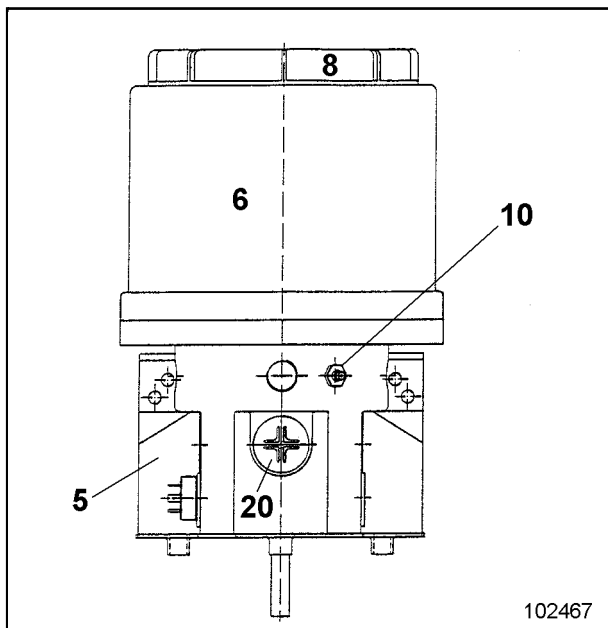

Fig. 2
Die Kontrollleuchte (23) ist nach Lösen des Verschlusses (20, Fig. 2) sichtbar.